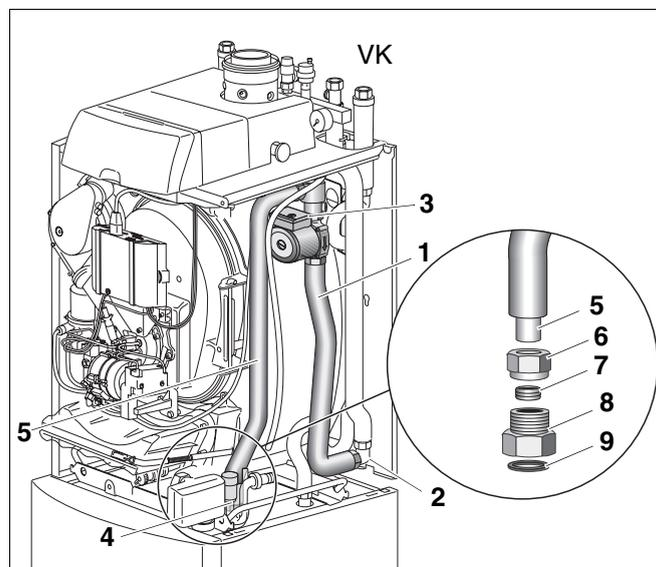

Bild 27 Rücklaufrohrgruppe montieren
- Ziehen Sie die Überwurfmutter (Bild 27, **Pos. 6**) handfest an.
- Markieren Sie vor dem Festziehen die Übergangverschraubung (Bild 27, **Pos. 8**) und die Überwurfmutter (Bild 27, **Pos. 6**) mit einem Stift.
- Beim Anziehen der Überwurfmutter (Bild 27, **Pos. 6**) an der Übergangverschraubung (Bild 27, **Pos. 8**) gegenhalten.
- Eine Umdrehung mit einem Gabelschlüssel anziehen, bis die Markierung an der Überwurfmutter (Bild 27, **Pos. 6**) mit der an der Übergangverschraubung (Bild 27, **Pos. 8**) wieder übereinstimmt (dies entspricht einem Anzugsmoment von 70 Nm).